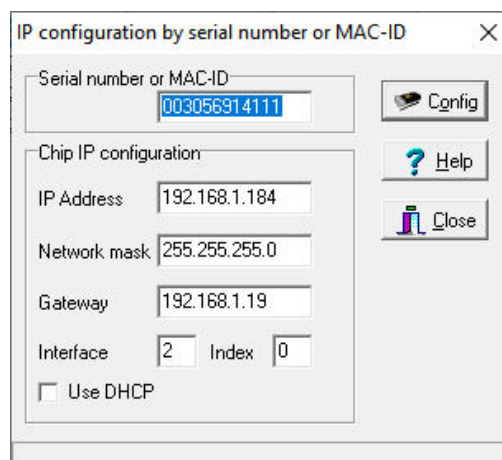

Abbildung 36: Anlagen-Konfiguration für eine direkte Verbindung mit Computer am Programm „Chiptool“.
- Markieren Sie den Eintrag und klicken Sie mit der rechten Maustaste drauf. In dem Fenster wählen Sie „IP-Konfiguration“. Ein Eingabefenster erscheint (Abb. 36).